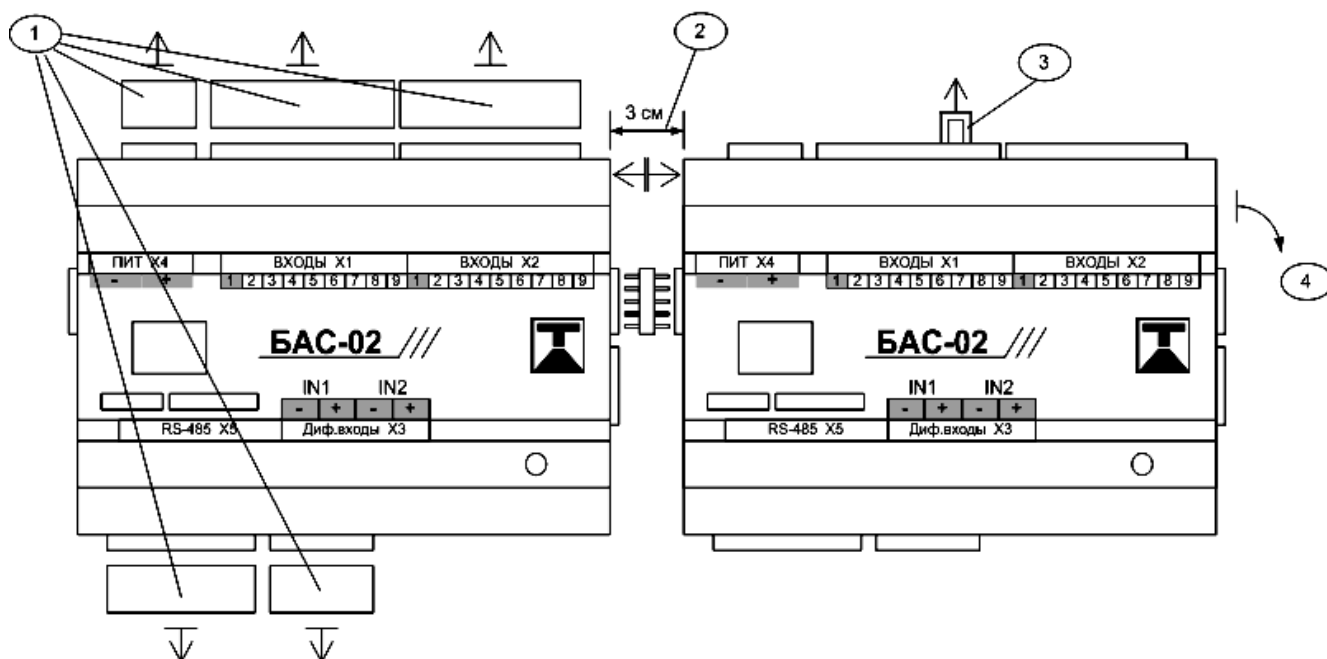

Рис. 9.1
Чтобы снять блоки с DIN-рейки, необходимо отсоединить от блоков все кабели связи и питания (1). Затем с небольшим усилием раздвинуть блоки между собой на 3 сантиметра (2). После этого с обратной стороны блока отодвинуть защелку в противоположную сторону (3) от DIN-рейки и легко снять модуль с DIN-рейки (4) (Рис. 9.1)